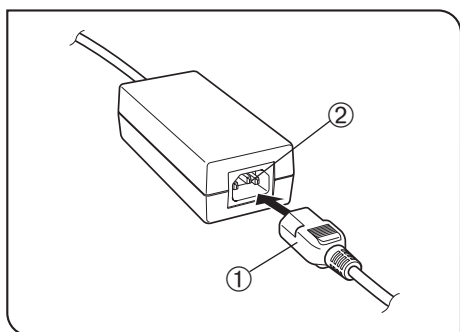

Рис. 41
(Рис. 41 - 43)
### Пользование адаптером переменного тока (рис. 41)
1. Прочно вставьте соединитель ① шнура питания в входное гнездо ② адаптера переменного тока (рис. 41).